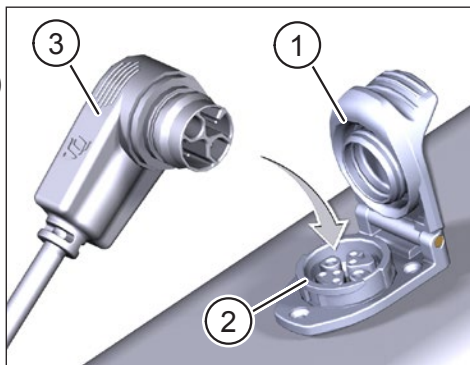

Fig. 1: Cargar Battery
- ▶ Despliegue la tapa (Pos. 1 en Fig. 1) del puerto de carga (Pos. 2 en Fig. 1) del cuadro de la bicicleta.
- ▶ Alinee el enchufe de carga (Pos. 3 en Fig. 1) del cargador o Range Extender de forma que los códigos de enchufe del enchufe de carga y del puerto de carga coincidan (consulte Fig. 1).
- ▶ Introduzca el enchufe de carga (Pos. 3 en Fig. 1) del cargador o Range Extender en el puerto de carga.